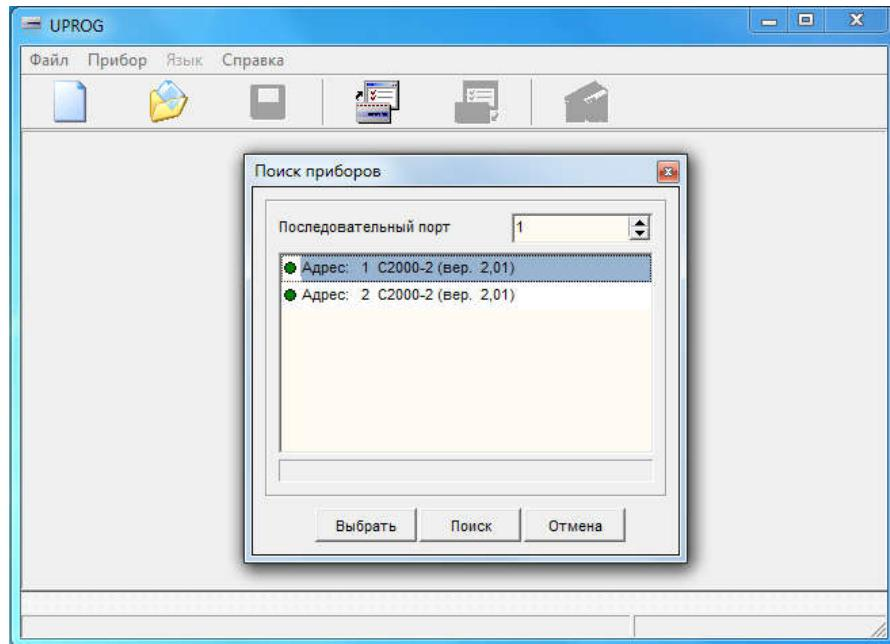

Рис.11. Поиск и выбор контроллера доступа C2000-2.
8) Запустить программу UProg. Выполнить пункт меню «Прибор→Чтение конфигурации из прибора». В открывшемся окне указать номер COM-порта, выполнить поиск и считать конфигурацию контроллера доступа C2000-2 (см. рисунок 11).